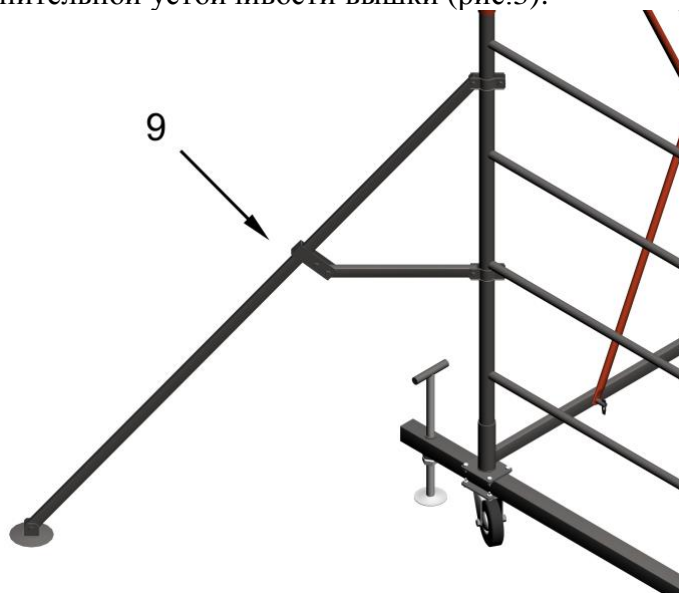

рис.3
5.1. При сборке вышки высотой от 5.1 метра (3 секции включительно), у основания необходимо закрепить стабилизаторы (9) для дополнительной устойчивости вышки (рис.3).